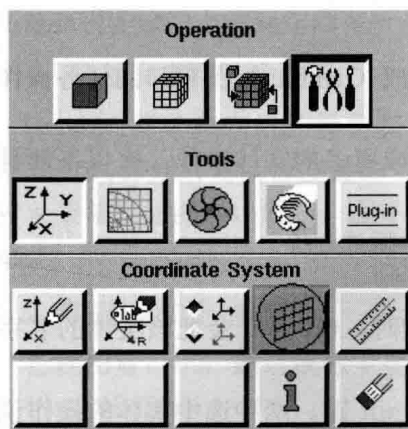

图 1-14 定义视图坐标系统工具的操作面板
(1) 打开视图坐标定义工具  的操作面板。
(2) 单击坐标系操作按钮 。
(3) 选择坐标网格显示按钮 , 如图 1-14 所示。